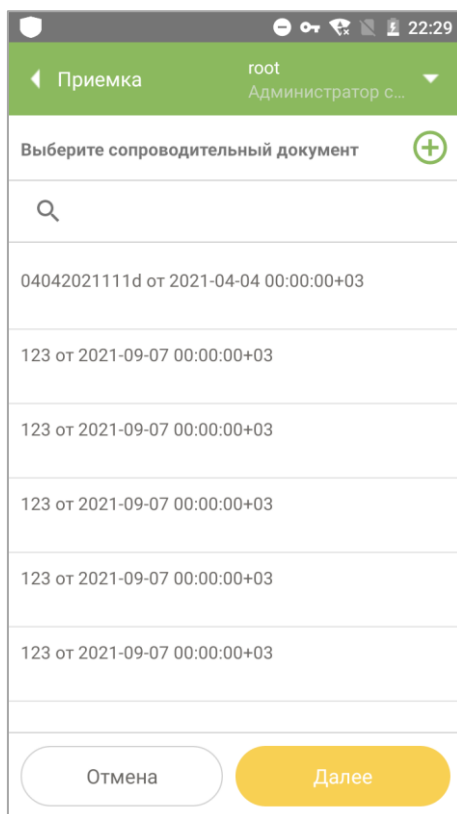

Рисунок 9.7
1. Нажать на иконку «Приемка» в главном меню приложения. Откроется окно со списком сопроводительных документов (Рисунок 9.7).